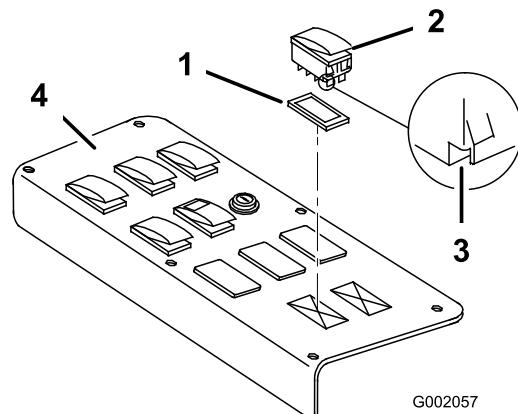
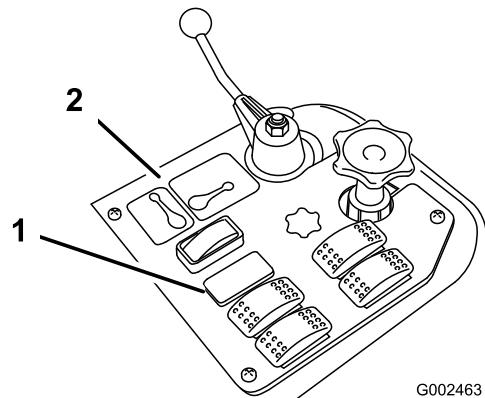

Figura 14
Figura 15
1. Retire el panel de control de pulverización para tener acceso a su cara inferior (Figura 14 para el 1250 y Figura 15 para el 1200).
2. Retire el tapón de la ranura del Sonic Boom del panel de control de pulverización del vehículo e instale el interruptor basculante suministrado en su lugar (Figura 14 para el 1250 y Figura 15 para el 1200).
Nota: Asegúrese de que la orientación del interruptor coincida con lo indicado en Figura 14, con la muesca orientada hacia la parte trasera del vehículo.